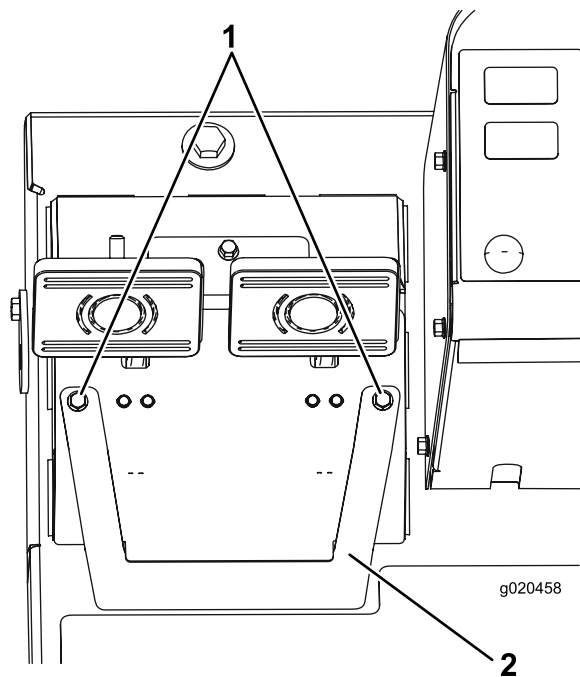

Figure 90
- A. Desserrez les 2 vis de montage et déposez le couvercle de réglage des freins (Figure 90).